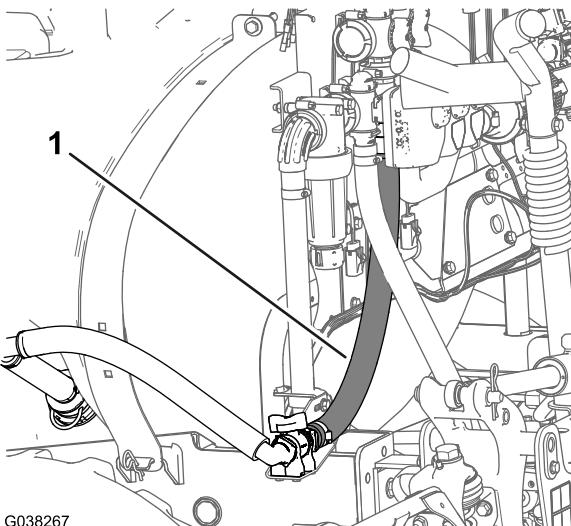

图67
2. 将软管铺设到搅拌节流阀上 图67。
3. 使用随软管提供的卡环将搅拌供水软管的快速连接直通宝塔形接头安装到搅拌节流阀的快速联轴器上图67。